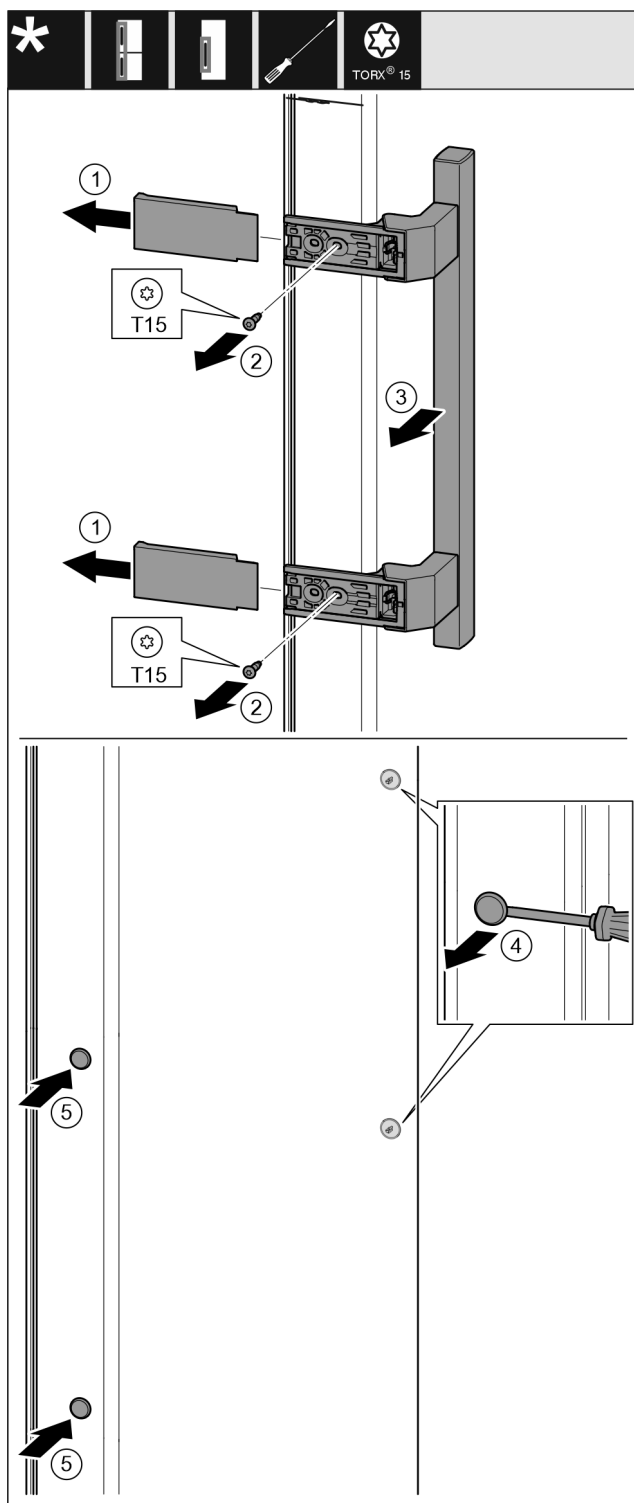

Fig. 18
- ▶ Rimuovere la copertura. Fig. 18 (1)
- ▶ Svitare le viti con un cacciavite Torx 15. Fig. 18 (2)
- ▶ Rimuovere la maniglia. Fig. 18 (3)
- ▶ Sollevare il tappo laterale con cautela con un cacciavite a taglio e estrarlo. Fig. 18 (4)
- ▶ Reinscrivere il tappo sull'altro lato. Fig. 18 (5)